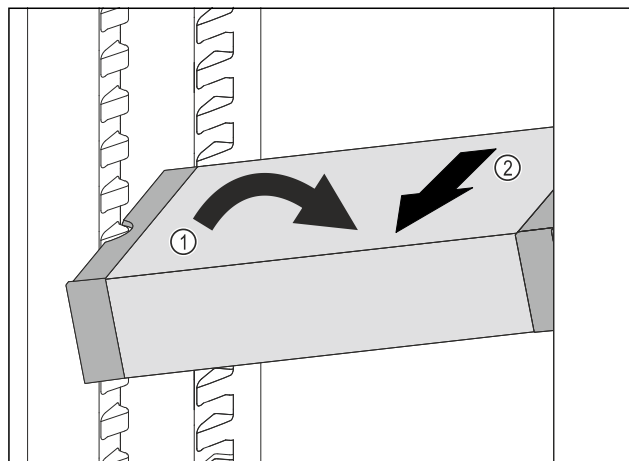

Fig. 174
- VarioSafe postavte v chladničce šikmo. Fig. 174 (1)
- VarioSafe odeberte směrem dopředu. Fig. 174 (2)